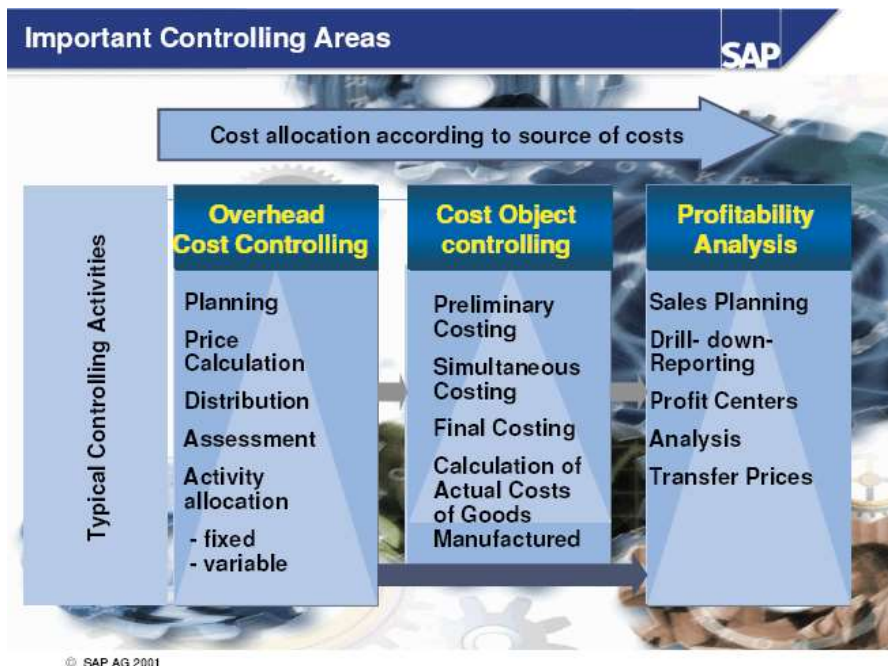

Figura 40: Arii importante în CO(Copyright SAP AG)
Alte componente R/3 cum ar fi resursele umane (HR), logistică (materials management, logistics), vânzări și planificarea producției sunt integrate cu CO conform modului ilustrat în fluxul logistic (aprovizionare/ procurement, producție/ production, depozitare/ warehouse și vânzare/ sales). Zonele importante din CO sunt ilustrate în Figura 40.